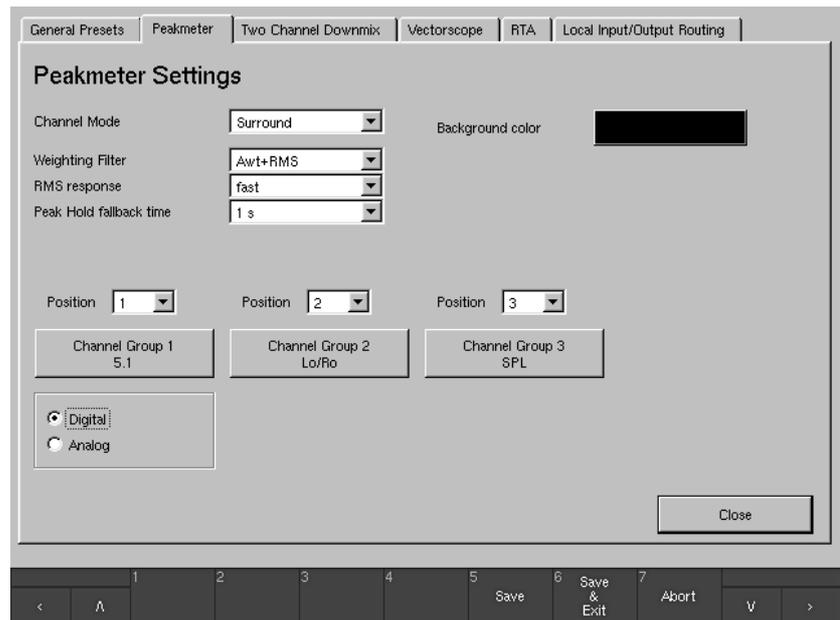

Bild 4-5: Menü-Karteikarte „Peakmeter“ im Channel Mode „Surround“
Siehe Bild 4-5 u. Abschnitt 4.13.
- „Surround“: 3 Gruppen (siehe Bild 4-5 und Abschnitt 4.13.)